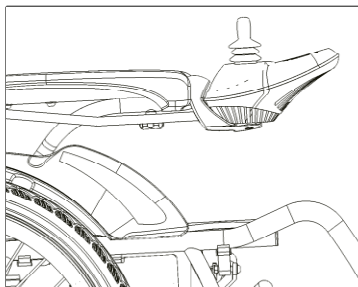

Figura 13
- Regolazione del controller: si sieda sulla sedia a rotelle elettrica, allenti il bullone di serraggio, spinga l'asta di fissaggio del controller all'indietro e in avanti fino alla posizione corretta e blocchi il bullone di serraggio, si veda la Figura 13. (Il metodo di regolazione è lo stesso se il controller è installato sul lato sinistro)